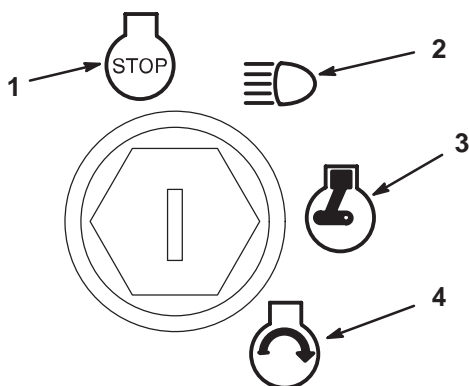

Figure 15
- Tournez la clé de contact dans le sens des aiguilles d'une montre et maintenez-la en position Démarrage (Fig. 15).
- Tournez la clé de contact à la position Contact coupé (Fig. 15).